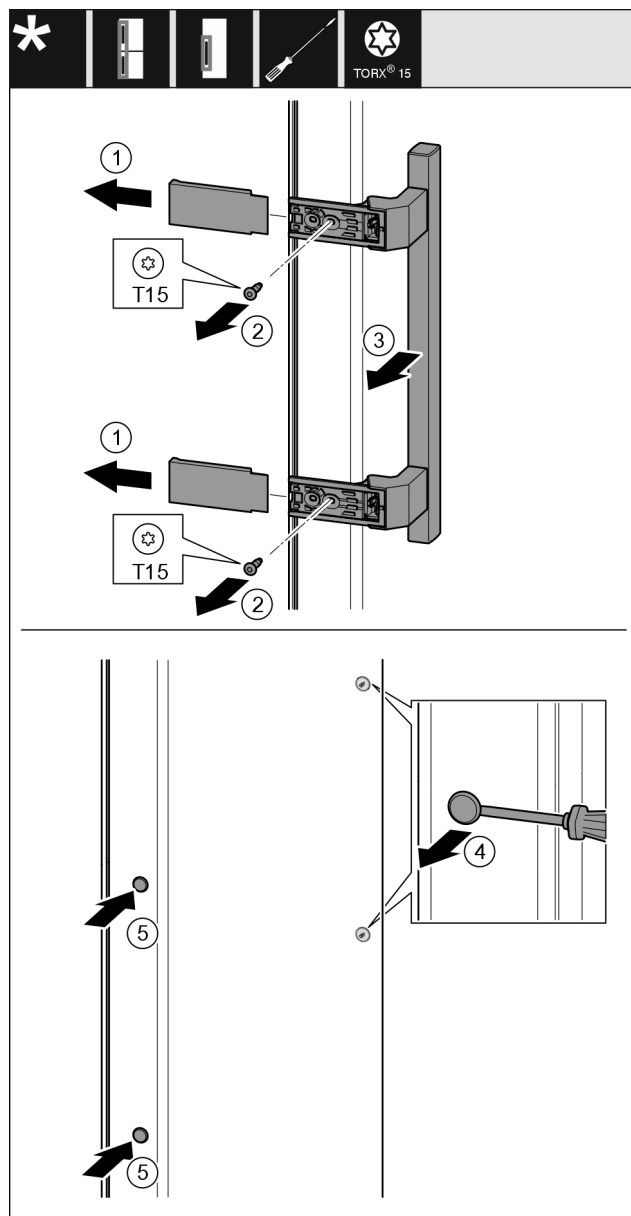

Fig. 21
- ▶ Afdekking Fig. 21 (1) wegtrekken.
- ▶ Schroeven Fig. 21 (2) met een schroevendraaier er uit draaien.
- ▶ Greep Fig. 21 (3) wegnemen.
- ▶ Til de zijplug voorzichtig Fig. 21 (4) op met een platte schroevendraaier en trek hem er uit.
- ▶ Plug Fig. 21 (5) aan de andere kant er weer insteken.